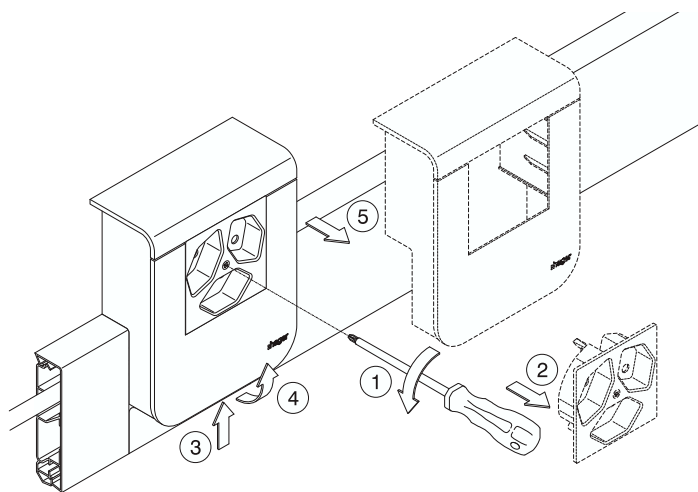

Abbildung 5
1. Entriegeln (Abb. 5)
2. Oberteil entfernen (Abb. 5)